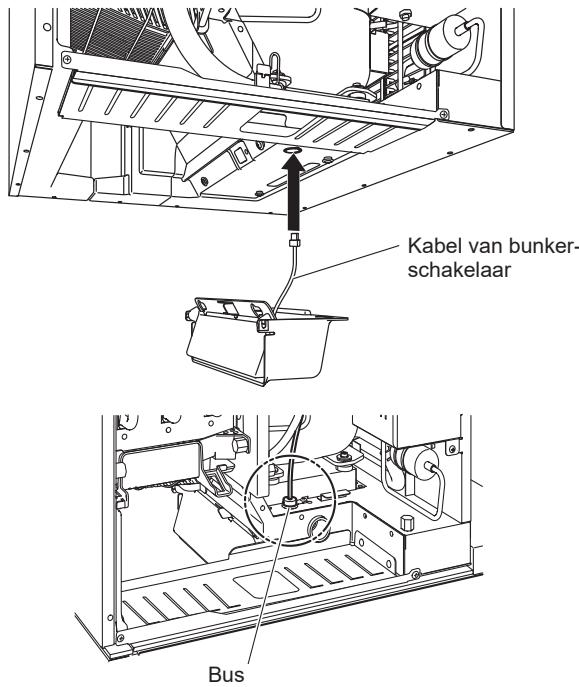

Afb. 3
- 2) Draai de twee duimschroeven los waarmee de bevestigingsbeugel van de pompmotor is bevestigd. Zie afb. 3.
Zorg dat de afvoerslang achter de koperen buis langs loopt en sluit de slang stevig aan. Zie afb. 3. Anders kan de afvoerslang klem komen te zitten in de voorisolatie, waardoor de slang niet naar behoren functioneert.